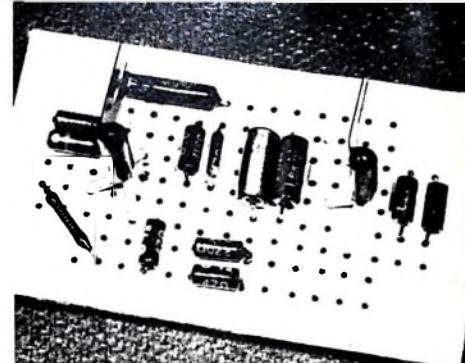

Bild 3. Aufbau des transistorisierten Schmitt-Trigger auf einem Experimentierchassis
Für Versuchszwecke kann man das Gerät auf dem Experimentierchassis (Abmessungen 80 x 50 mm, Lochabstand 5 mm) aufbauen (Bild 3). Die Verdrahtung ist im
Bild 3. Durchlaßkurve mit flat-top (links) und mit runder Kuppe (rechts). a) Empfang des unteren Seitenbandes US; b) Empfang des unteren Seitenbandes US und des Trägers Tr, richtig abgestimmt; c) Empfang von US und Tr bei falscher Abstimmung
Mit einer Durchlaßkurve nach Bild 3 und maximalem S-Meter-Ausschlag beim Maximum der Durchlaßkurve ergibt sich im Lautsprecher und am S-Meter folgendes: Das S-Meter zeigt beim Auftauchen des unteren Seitenbandes US im höherfrequenten Teil der Durchlaßkurve einen verhältnismäßig kleinen Ausschlag und pendelt je nach Modulationsinhalt hin und her. Im Lautsprecher ist dabei ein mehr oder weniger unverständliches Geräune zu hören: Man empfängt ein Seitenband ohne Träger Tr und ohne Hilfsträger (Bild 3a). Da für die Demodulation die Bezugsfrequenz fehlt, besteht keine oder nur eine geringe Verständlichkeit.
Gelangt auch der Träger in den Durchlaßbereich (Bild 3b), dann wird der Modulationsinhalt verständlich. Die Modulation klingt, entsprechend der Durchlaßbandbreite des gewählten Beispiels von 3 kHz, hell. Das S-Meter zeigt bei einer runden Durchlaßkurvenkuppe (rechte Kurven im Bild 3) noch nicht ganz den Maximalwert des Trägers an. Bei einem „flat-top“ (linken Kurven im Bild 3) wird dagegen bereits jetzt der Maximalausschlag erreicht und bei einwandfreier Amplitudendemodulation beibehalten. Erscheint auch das zweite Seitenband (OS) im Durchlaß-